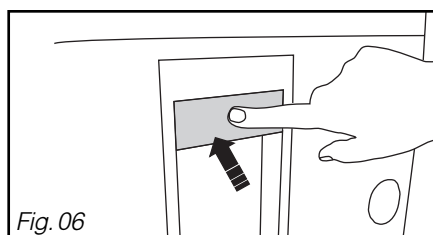

Fig. 06
- Appuyez sur la partie haute du réservoir afin de le libérer de son logement (Fig. 06).